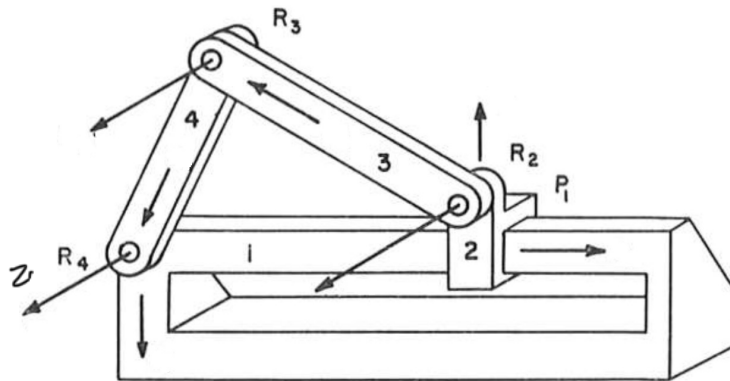

Figure 2: Système bielle-manivelle
2. Trouvez les paramètres Denavit-Hartenberg modifiés (Craig) du mecanisme à chaîne fermé (système bielle-manivelle/slider-crank) dans Figure 2. Donnez l'equation de fermeture des matrices de transformation 4×4 .